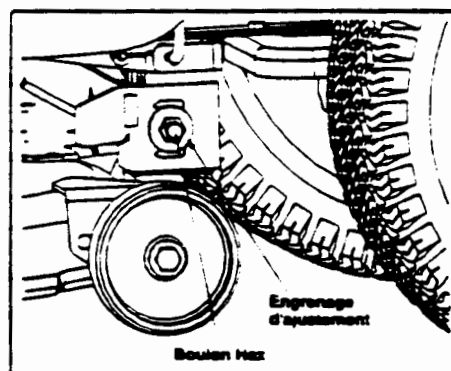

Figure 10
- Desserrez, sans la retirer, la vis à chapeau à six pans sur le crochet de support gauche du plateau de coupe. Voir la figure 10.